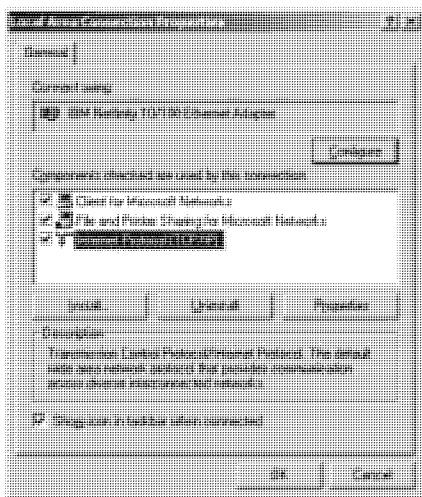

Рис. 5. Окно свойств подключения по локальной сети
6. Выберите *Internet Protocol (TCP/IP)* [*Протокол Интернета (TCP/IP)*] и щелкните по кнопке *Properties* (*Свойства*), см. рис. 5: